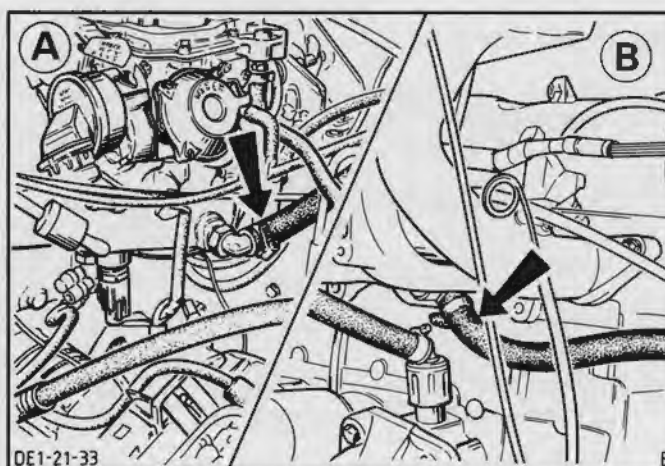

Fig.25. Afmonter varmeslangerne
27. Monter varmeslangerne på aut. choker samt indsugningsmanifold og vandpumpe, Fig.25 og 26.